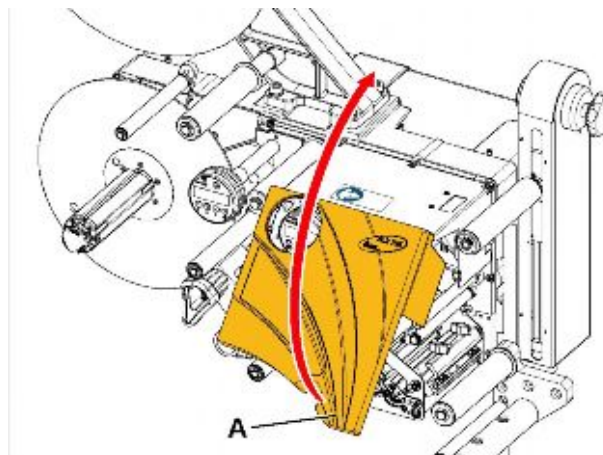

Рис. 10. Откройте крышку принтера.
1. Откройте крышку принтера (Рис. 10).
- ▮▮▮ Поднимайте крышку, держась за правый нижний угол (Рис. 10А).